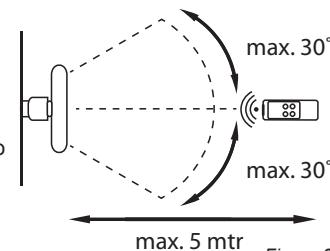

Figura 3
- La distanza tra l'apparecchio e il telecomando dovrebbe non essere più di 6 metri (vedi figura 3).
- Puntare il telecomando verso l'apparecchio e accertarsi che l'angolo è minore di 30 gradi (vedi figura 3).